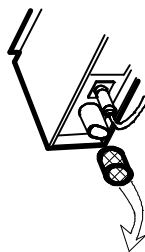

図12
- ② 測定部の換気ファンに差し込んであるスポンジ状のフィルターを取り外して水洗いをし、よく水切り後また元に差し込みます。（図12）フィルターが消耗している場合は、新しいフィルター（別販）と交換してください。
- ③ データ処理装置の電源を入れ（ON）て、測定部換気ファンが回っていることを確認します。換気ファンが回っていない場合は、保守用の換気ファン（別販）と取替えてください。取替えは、27頁 3. 消耗品取替え を参照ください。
- ④ 基準板を、目印杭のところに置き、21頁 試験 を行ってください。
- ⑤ 基準板をペグで固定し、12頁 3. 積雪深オフセット設定を行ってください。
- ⑥ 部外者侵入防止ポール・ロープ等が設置してある場合は、設置状況を確認します。
- ⑦ 11頁 内部時計設定 を参照し、時刻を合わせます。
- ⑧ 11頁 測定間隔設定 を参照し、測定間隔を確認、設定を行います。
- ⑨ 14頁 2. 操作・設定方法 を参照し、各設定の確認・設定を行います。
- ⑩ データ処理装置の電源を入り（ON）のままで、測定開始になります。